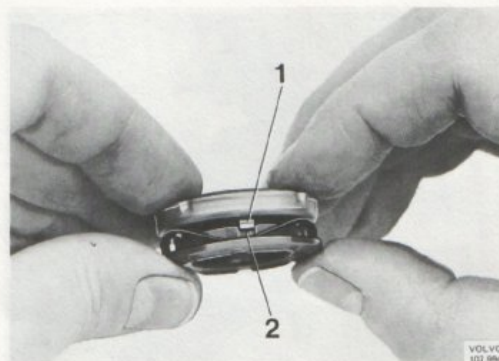

Bild 51. Kontroll av tätning
6. Kontrollera även den nya tätningen genom att trycka ihop den några gånger. Klackarna (1 bild 51) på hållaren ska då kunna röra sig axiellt i uttagen (2) i medbringaren.